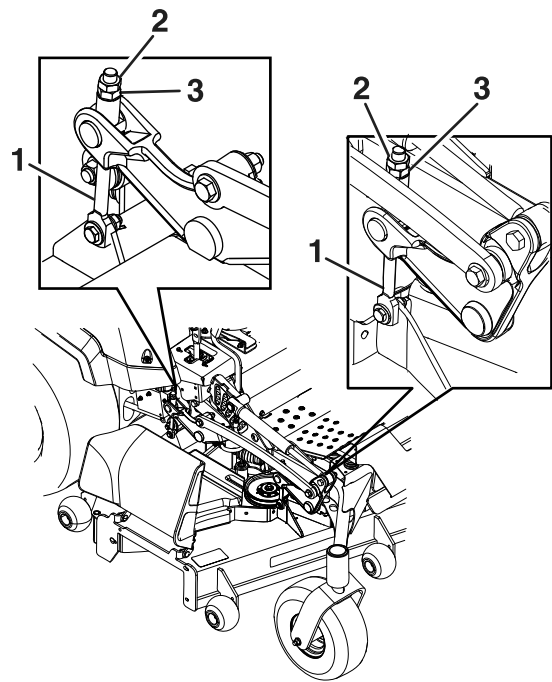

Bild 82
8. Drehen Sie die Einstellmutter am Frontmäherhub, um eine genaue Einstellung zu erreichen (Bild 82).